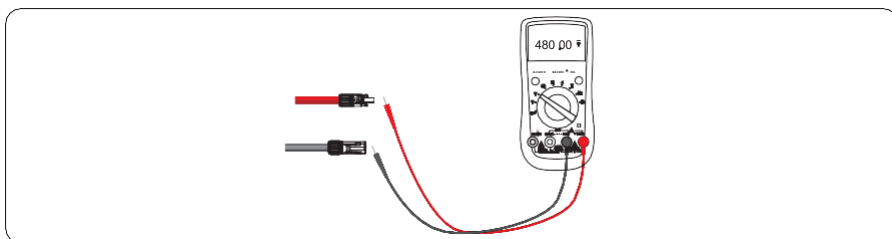

Figura 5.14 Comprobación del voltaje de cada ruta de cadenas
Paso 5 Mida el voltaje de cada entrada de string con un multímetro. Asegúrese de que las polaridades de los cables de alimentación de CC sean correctas, tal como se muestra en la figura 5.14.